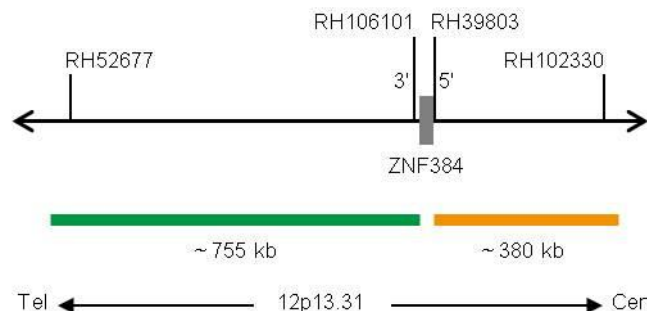

Fig. 1: SPEC ZNF384 Mappa della sonda (non in scala)
- Polinucleotidi (~10.0 ng/ μ l) marcati con ZyGreen (eccitazione 503 nm/emissione 528 nm), le cui sequenze target mappano in 12p13.31* (chr12:6,016,809-6,771,300) distali al punto di rottura di ZNF384 (vedere Fig. 1).
- Polinucleotidi (~4.5 ng/ μ l) marcati con ZyOrange (eccitazione 547 nm/emissione 572 nm), le cui sequenze target mappano in 12p13.31* (chr12:6,799,546-7,175,222) prossimali al punto di rottura di ZNF384 (vedere Fig. 1).